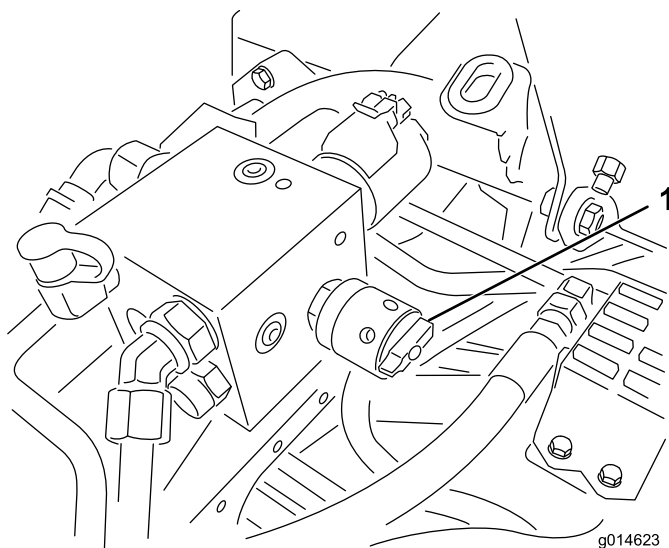

Figura 51
6. Rode o controlo da velocidade dos cilindros para a posição 1 (Figura 51).